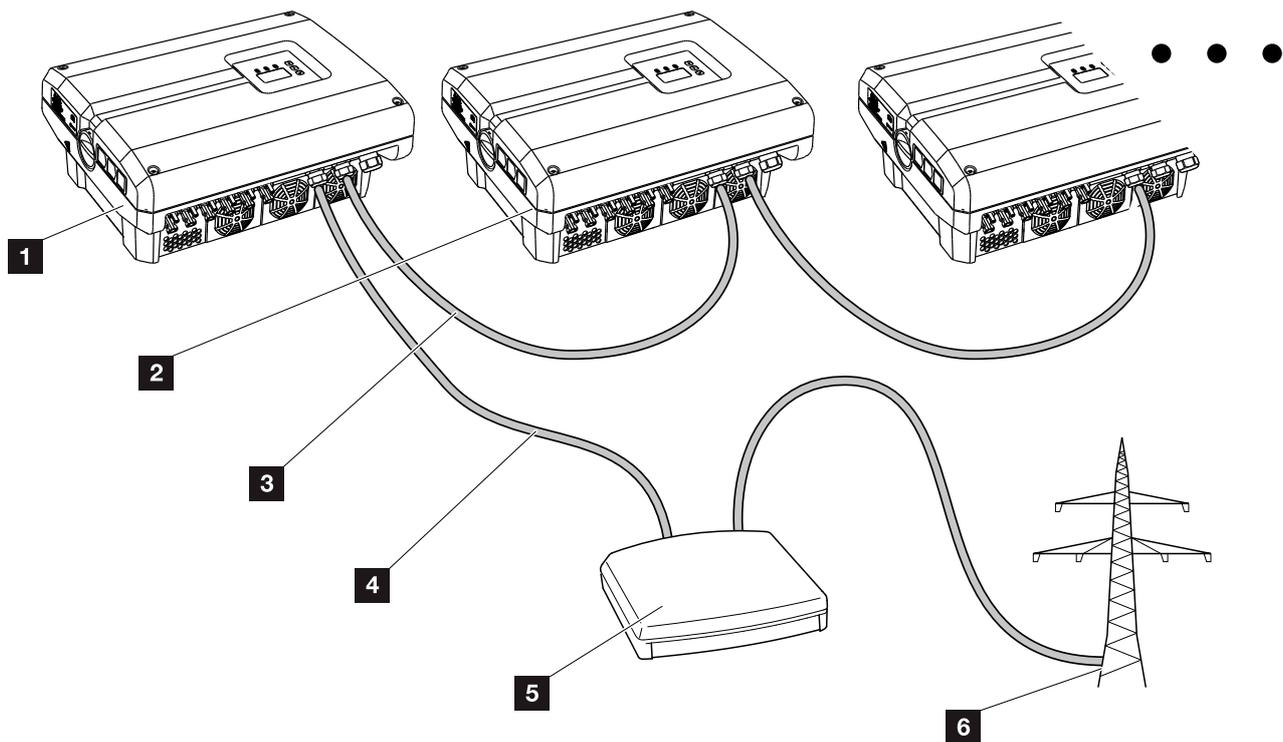
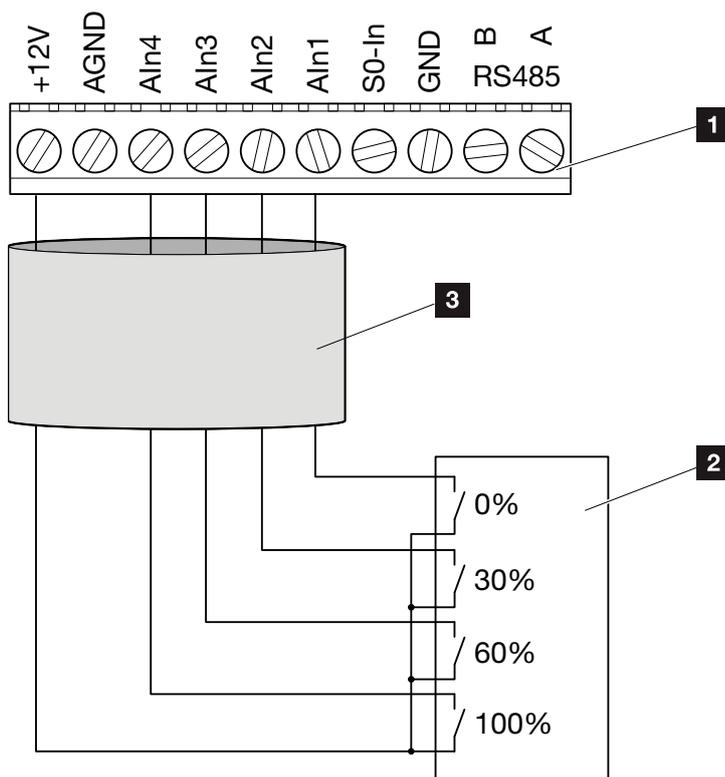

Abb. 54: Konfiguration Rundsteuerempfänger mit mehreren Wechselrichtern (Ethernet-Netzwerk)
Abb. 55: Anschluss Rundsteuerempfänger
2. Alle Wechselrichter über die Ethernet-Anschlüsse (RJ45) mit einem Ethernet-Kabel oder über RS485 verbinden. 📄 Abb. 54
📄 Abb. 54 Pos. 1 an der Anschlussklemme Analogschnittstelle (10-polig) anschließen. 📄 Abb. 55 ⚠
Der Rundsteuerempfänger darf nur am Master-Wechselrichter angeschlossen werden. 📄 Abb. 54